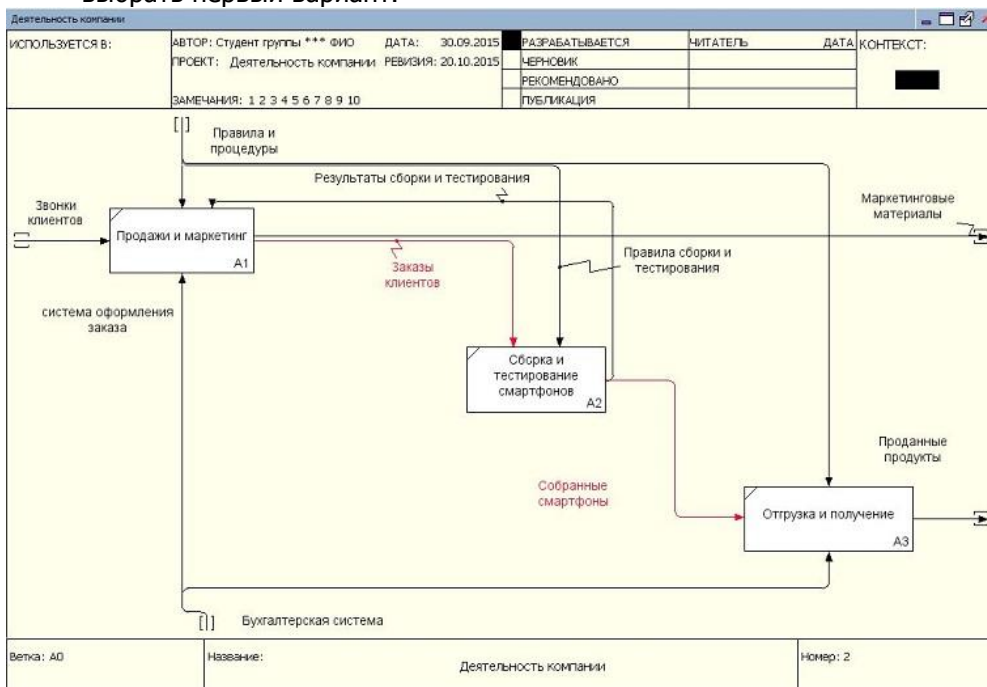

Рис. 2.6 – Результат туннелирования стрелок
2.8. Создайте новую граничную стрелку "Маркетинговые материалы", выходящую из работы "Продажи и маркетинг". Эта стрелка автоматически не попадает на диаграмму верхнего уровня и имеет квадратные скобки у окончания. Щелкните правой кнопкой мыши по квадратным скобкам и выберите в контекстном меню "Туннель" (см. рис. 2.6) одну из двух опций: "Создать стрелку" и "Обозначить туннель круглыми скобками", в нашем случае выбрать первый вариант.